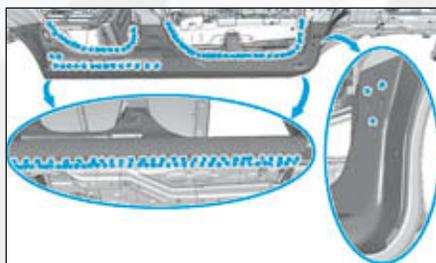

FIG. 107
• Dépointer les points (Fig.107).